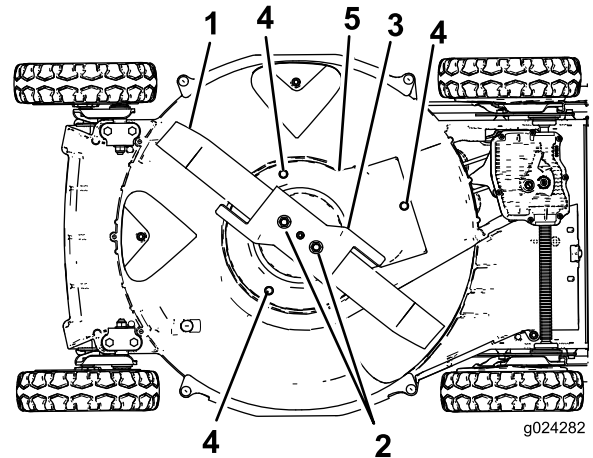

Figure 38
6. Enlevez les 2 écrous de lame, l'accélérateur et la lame (Figure 38).
7. Retirez les vis qui fixent la protection du débrayage du frein de lame au carter du tablier de coupe (Figure 38).